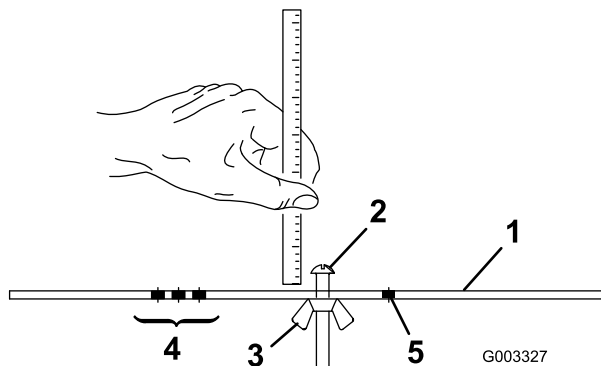

图17
2. 松开调刀尺(图17)上的螺母，并将调节螺丝设定为所需的剪草高度。 螺丝头底部与调刀尺表面之间的距离就是剪草高度。